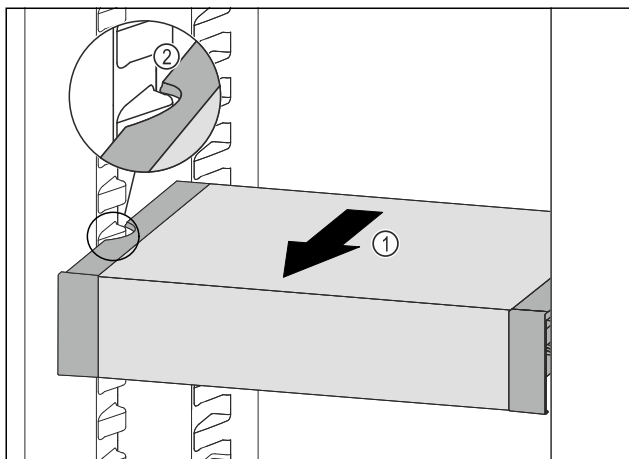

Fig. 108
- ▶ Træk VarioSafe fremefter Fig. 108 (1), indtil udsparringerne i siden på VarioSafe er på niveau med beholderribben i kølesektionen. Fig. 108 (2)